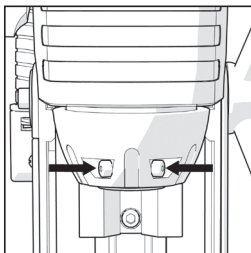
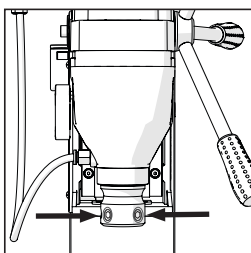

Fig. 8
Fig. 9
- Sprawdzić, czy śruby dociskowe wiertła znajdujące się na końcu wrzeciona nie wchodzą do przestrzeni jego otworu. (EVOMAG42 - **Rys. 8.**) (S28MAG - **Rys. 9)**